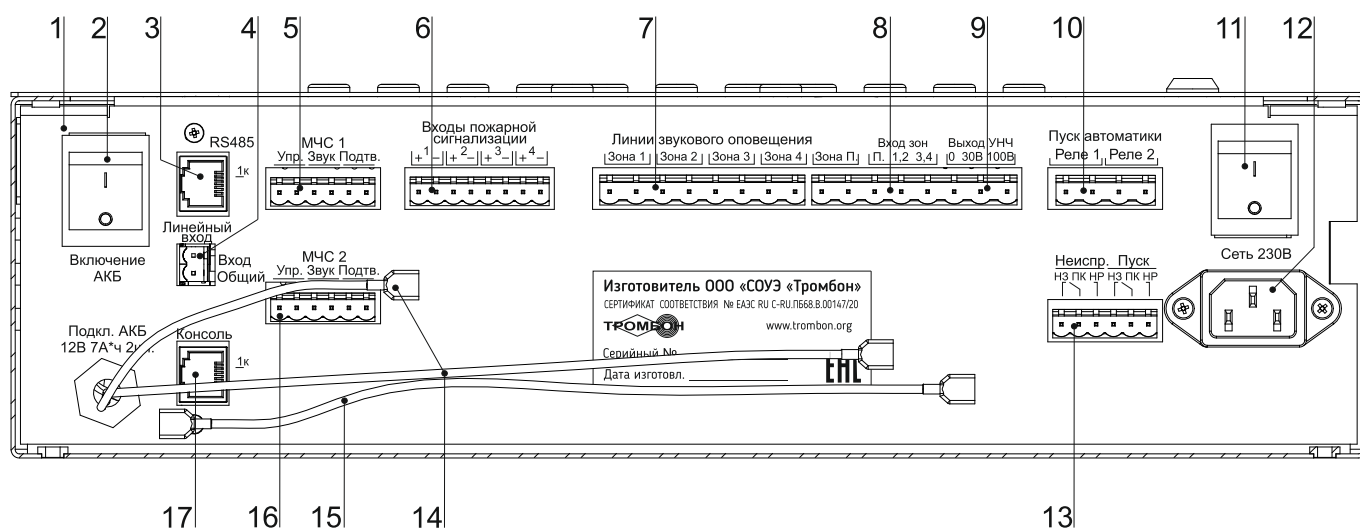

Рис. 2. Прибор управления «Тромбон ПУ-4К», вид со стороны панели коммутации.
Прибор «Тромбон ПУ-4К» имеет 4 входа пожарной сигнализации (рис. 2, поз. 6) для подключения к выходам ППКП (Прибора Приемного Контрольного Пожарного). Выходы ППКП могут быть релейным или типа «открытый коллектор».
5.1.2. Цифровое подключение к сопряженной комплексной системе безопасности через последовательный порт «RS485» (рис. 2 поз. 3). Подключение выполняется кабелем «Витая пара». Назначение контактов последовательного порта «RS485» приведено в Приложении 3.
Прибор имеет два специальных входа «МЧС 1» и «МЧС 2» (рис. 2, поз. 5, 16). Входы предназначены для стыковки с блоком централизованного запуска системы оповещения МЧС (БЦЗ системы П-166 Ц или аналогичными). Входы выполнены в виде 6-х контактного разъема. Контакты «Упр.» данного разъема – это логический вход управления прибором (реагирующий на замыкание контактов), контакты «Звук» - вход звукового сигнала с уровнем 0 дБ (0,775В) от БЦЗ МЧС. Контакты «Подтв.» - подтверждение исполнения команды на оповещение МЧС. Входы МЧС прибора имеют различный приоритет. Вход «МЧС 1» имеет более высокий приоритет по сравнению со входом «МЧС 2».
Для подключения удаленных консолей предназначен специальный порт «Консоль» (рис. 2, поз. 17). Порт выполнен в виде 8 - контактного разъема типа RJ45. К нему можно подключать до 8-и адресных удаленные консоли типа «Тромбон УК».
- Разъем «Линейный вход» (рис. 2, поз. 4) предназначен для подключения к прибору источника звукового вещания и музыкальных программ. Вход моно, используется только в режиме звукового вещания. Максимальное входное напряжение сигнала на данном входе – 250 мВ.
- Для подключения линий звукового оповещения к выходу усилителя мощности предназначены два 8-и контактных разъема на которые выведены группы контактов: «Линии звукового оповещения», «Вход зон», «Выход УНЧ» (Рис. 2. поз. 7, 8, 9).
- Для выбора напряжения в линию зоны оповещения персонала необходимо установить переключатель между контактом «Выход УНЧ» 30В или 100В» (Рис. 2. поз. 9) и контактом «Зона П» группы «Вход зон» (Рис. 2. поз. 8.).
- Для выбора напряжения в линии зон 1 и 2 необходимо установить переключатель между контактом «Выход УНЧ» 30В или 100В» (Рис. 2. поз. 9) и контактом «1, 2» группы «Вход зон» (Рис. 2. поз. 8.).
- Для выбора напряжения в линии зон 3 и 2 необходимо установить переключатель между контактом «Выход УНЧ» 30В или 100В» (Рис. 2. поз. 9) и контактом «3, 4» группы «Вход зон» (Рис. 2. поз. 8.).
5.6. Разъем «Пуск автоматики» (Рис. 2 поз. 10) предназначен для управления такими средствами пожарной автоматики, как световые знаки безопасности, эвакуационное освещение и замки эвакуационных выходов. Для управления этими средствами на разъем выведены нормально разомкнутые контакты двух реле. Контакты реле замыкаются при переходе прибора в режим «Тревога».
5.7. Разъем «Неиспр. Пуск» - вывод обобщенных сигналов «Неисправность» и «Пуск» (рис. 2, поз. 13). На данный разъем выведены контакты двух реле. Контакты реле «Неиспр.» замкнуты у выключенного прибора или при обнаружении в системе оповещения неисправностей. Контакты реле «Пуск» замыкаются в режимах «Тревога», «Экстренный запуск» или «Трансляция МЧС».
5.8. Разъем «Сеть 230В» (рис. 2, поз 12) предназначен для подключения прибора к сети питания переменного тока 230В 50Гц.
5.9. Подключение батарей резервного питания 24В. Для резервного питания необходимо две батареи на 12В с емкостью 7 или 9А\*ч. Подключение батарей выполняется последовательно при помощи кабелей с клеммами и переключки (Рис. 2. поз. 14 и 15). ВНИМАНИЕ! Подключение одной батареи 12В к клеммам Рис. 2. поз. 14 или параллельное подключение батарей категорически запрещено!